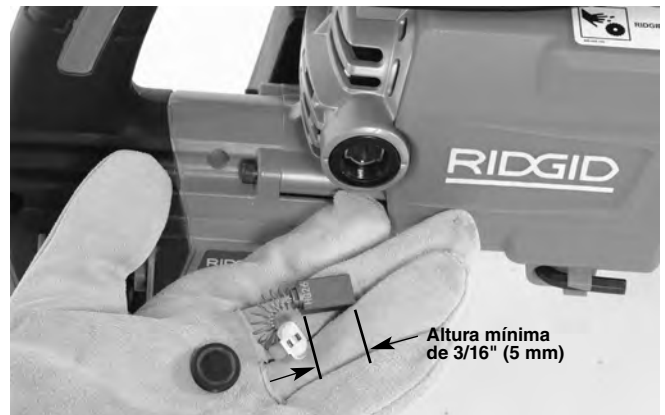

Figura 22 – Reemplazo de los cepillos
2. Extraiga las tapas de los cepillos, notando su orientación. Haga la inspección de los cepillos. Reemplace los cepillos cuando estén desgastados y tengan una altura inferior a $\frac{3}{16}$ pulgada (5 mm). *Vea la Figura 22.* Inspeccione el conmutador para ver si está desgastado. Si tiene un desgaste excesivo, encomiende la máquina a servicio. Limpie la cavidad de los cepillos con un paño limpio.